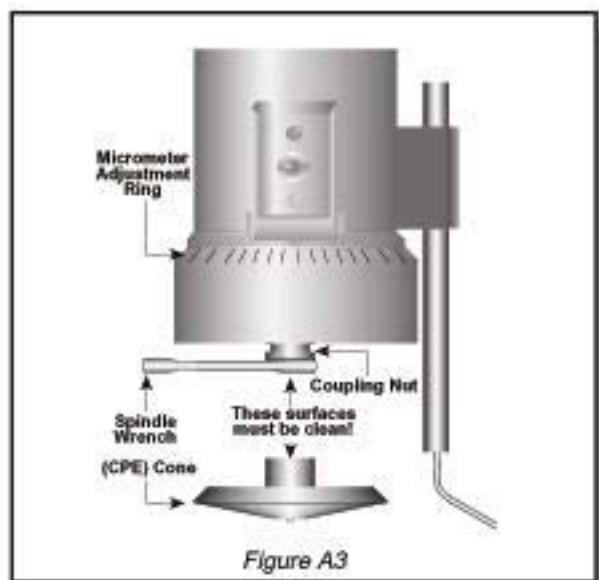

Figure A3
4. Avec le moteur arrêté (OFF), fixer le cône au viscosimètre en employant la clé plate pour maintenir l'axe de rotation du viscosimètre (**voir figure A3**). Soulever légèrement la noix de couplage et maintenir avec la clé. Visser le cône à la main. **Remarque** : Pas de vis à gauche.